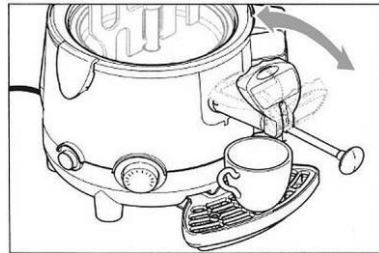

Fig. 11
1. Antes de la limpieza, vacíe el recipiente con el aparato encendido accionando la palanca del grifo de vaciado (Fig. 11).